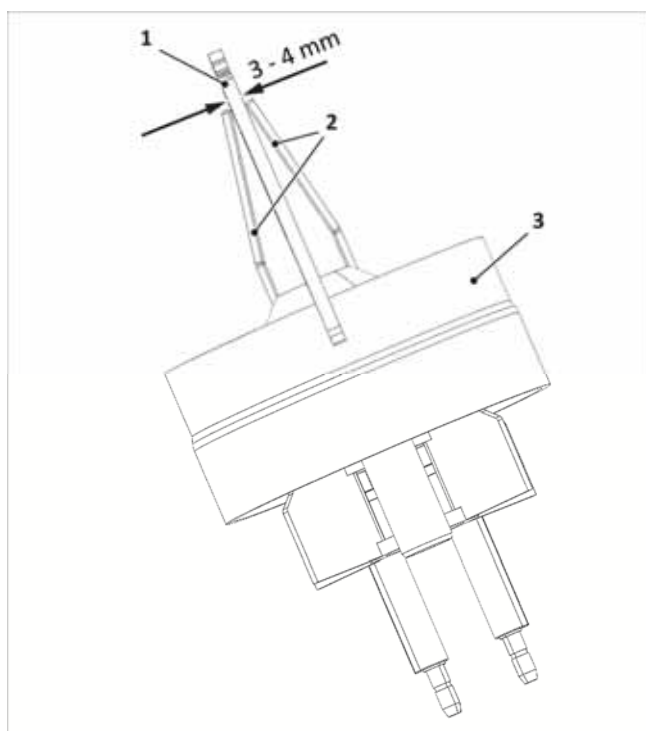

Fig. 37: Comprobación de la distancia de los electrodos de encendido
3. Controle la distancia de los electrodos tal y como se muestra en la → fig. 37 y, en caso necesario, corrija doblándolos con cuidado.